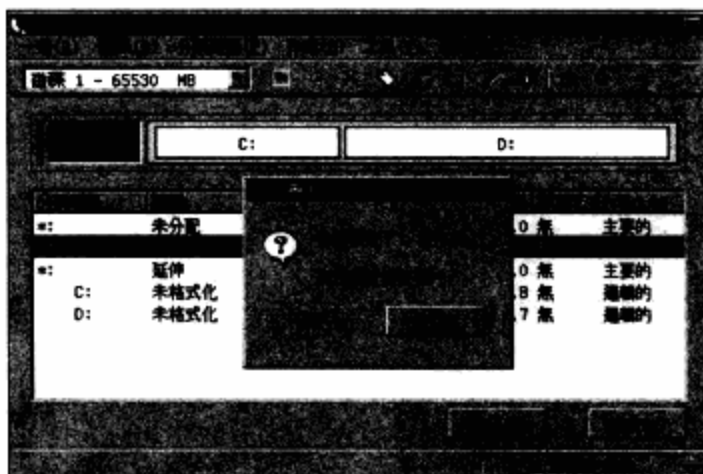

图4-88 磁盘分区完毕
**步骤 09** 下面根据自己的需要对剩下的硬盘容量大小进行分区，步骤和上面建立逻辑分区的步骤相同。磁盘分区完毕后的界面，如图4-88所示。